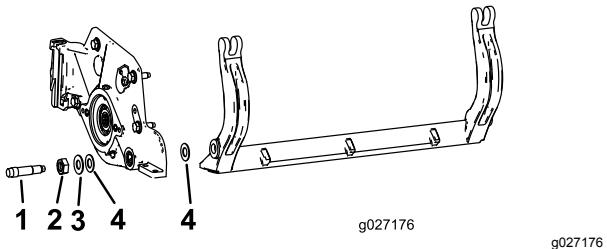

Figure 31
**Remarque:** Mettez de côté 2 rondelles en nylon et 1 rondelle en acier estampé à chaque extrémité de la barre d'appui (Figure 31).
**Remarque:** Placez une rondelle en nylon de chaque côté du bossage de la plaque latérale. Placez une rondelle en acier à l'extérieur de chaque rondelle en nylon (Figure 31).
**Remarque:** Les rondelles peuvent présenter un espace à l'intérieur (Figure 31).